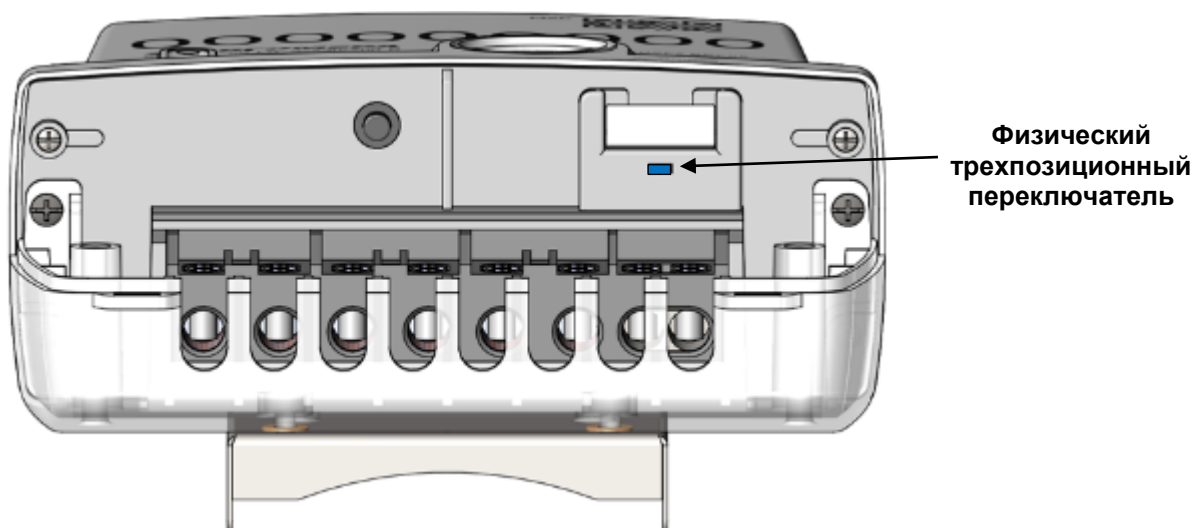

Рисунок 9 – Исполнения счетчиков CE308 C36 с трехпозиционным переключателем
- световой индикатор функционирования «СЕТЬ» (1);
- один световой индикатор учета активной энергии (А) и один световой индикатора учета реактивной энергии (R) (2);
- элементы оптического порта (3);
- трехпозиционный физический переключатель (см. рисунок 9);
- крышка зажимов (4).